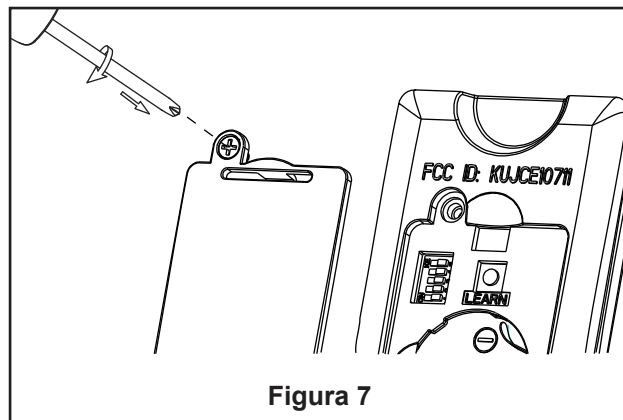

Figura 7
- ☐ **7.** Asegure el vidrio en la ernsamble de la placa de iluminación girándolo en el sentido de las agujas del reloj y sin apretar demasiado. (Figura 7)
9. Vuelva a colocar la cubierta de la batería en el mando a distancia con un tornillo retirados previamente. (Figura 7)